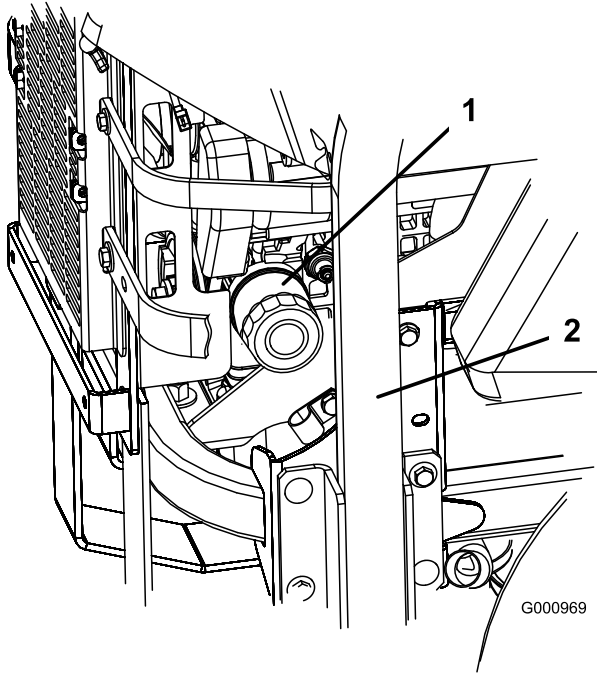
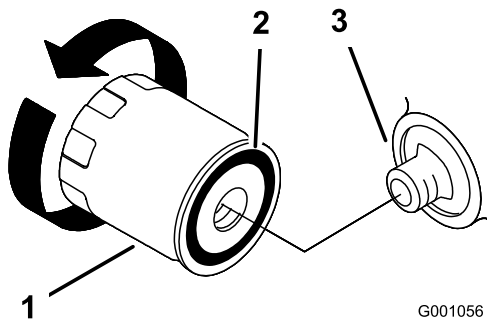

Figure 46
Figure 47
3. Tournez le filtre dans le sens anti-horaire pour le déposer (Figure 46 et Figure 47).